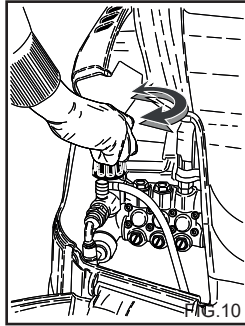

FIG. 10
Tässä kappaleessa käsitellään vain niitä malleja, jotka on varustettu "paineensäädin" laitteella. Paineensäätimellä, fig. 10, käyttäjä voi säätää työpainetta. Kun nappi C on käännetty vastapäivään (B) (minimi), toimintapaine vähenee.